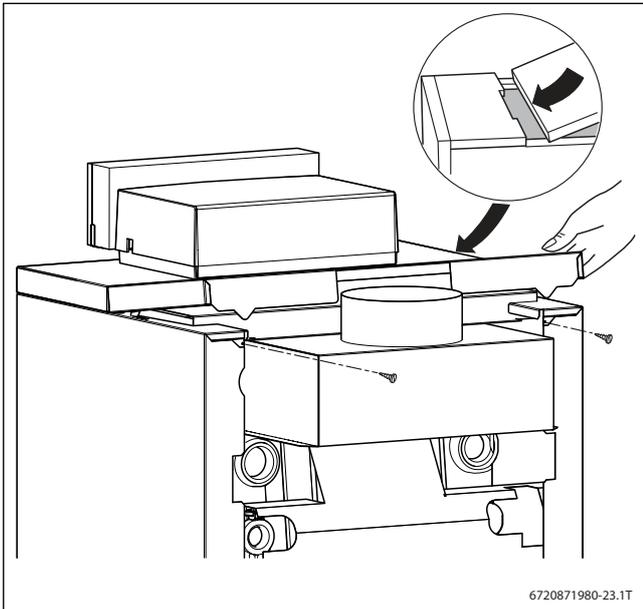

Рис. 25 Установка задней крышки котла
- ▶ Задвиньте заднюю крышку котла с язычками под переднюю крышку и нажмите на неё сзади вниз (→ рис. 25, стр. 25).